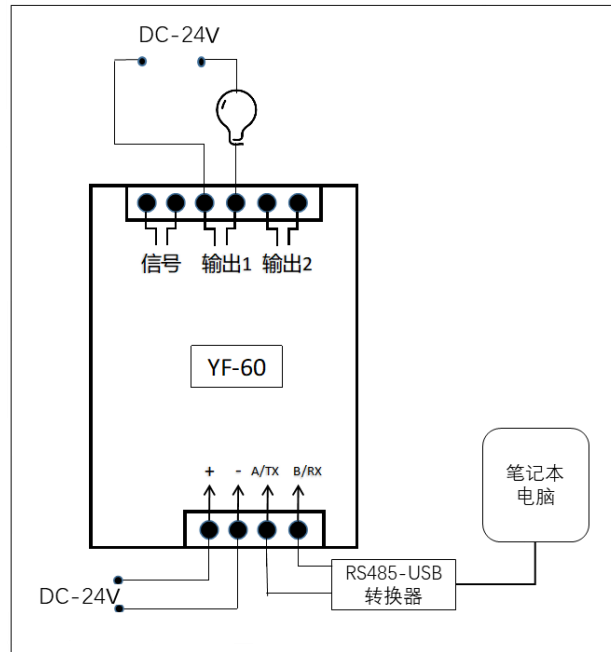

图 5.2.5 YF-60 设备硬件线路连接
(3) YF-6 控制模块硬件线路连接如图 5.2.5 所示, 利用笔记本电脑通过 USB-RS485 转换器连接 YF-60 控制模块, YF-60 控制模块连接被控对象灯泡及 24V 电源。USB-RS485 转换器外观结构如图 5.2.6 所示, 其中的 5V 电源在连接 485 接口设备较多, 电路驱动能力不足时需要连接, 连接设备数量较少时可以不接 5V 电源。等奥外观如图 5.2.7 所示。